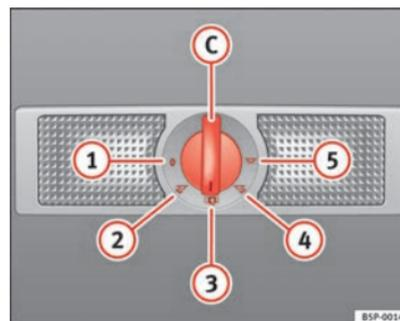

Abb. 80 Ausschnitt aus Dachhimmel: Innenleuchte und Leseleuchten hinten
Mit dem Schalter ⇒ Abb. 80 (C) können Sie folgende Positionen wählen:
In der Schalterstellung ⇒ Abb. 80 (1) sind die Innen- und Leseleuchten ausgeschaltet.